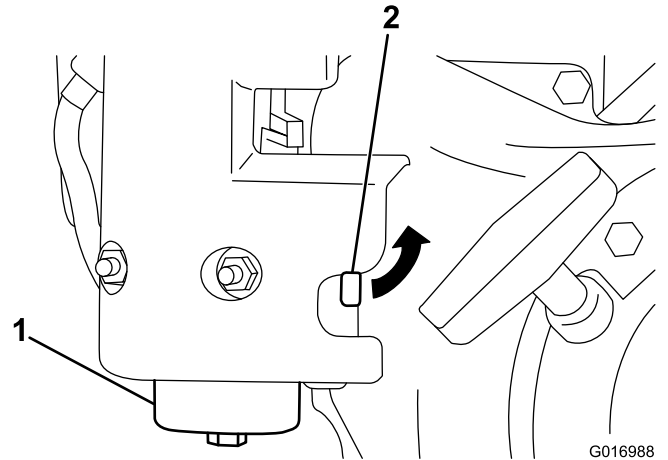

Bild 28
1. Schließen Sie den Kraftstoffhahn und schrauben Sie die Glocke vom Filtergehäuse ab (Bild 28).